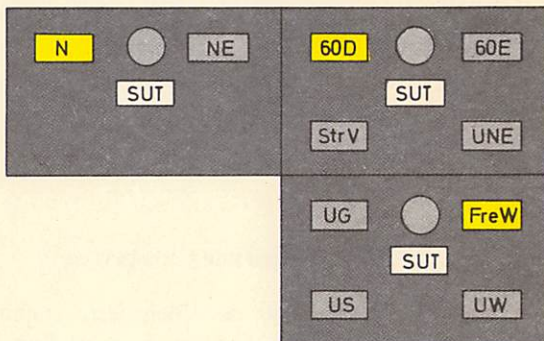

Bild 6
- (2) Der Betriebszustand der Stromversorgungsanlage im Regelbetrieb wird durch den Netzmelder, den Dauerladungsmelder und ggf. den Frequenzwandlermelder angezeigt (vgl. Bild 6). **Melder der Stromversorgungsanlage**